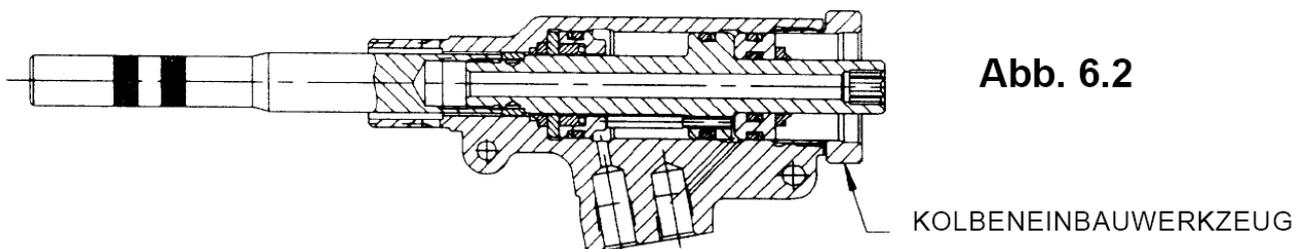

Abb. 6.2
3. Das Kolbenmontagewerkzeug in den Zylinder einschrauben – *Abb. 6.2*.